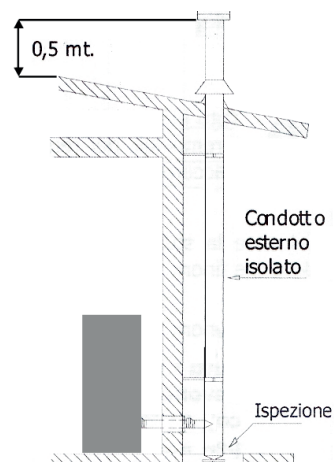

Fig. 3: collegamento ad un condotto esterno con tubo isolato o doppia parete
- n°2 staffe a "L" fissate su delle guide telescopiche che a loro volta sono fissate sulla base fissa (Fig. 3)
(Fig. 3)
5. Riposizionare e fissare l'inserto (Fig. 5) facendo attenzione alle 4 viti di centraggio come esposto nel punto 3 (Fig. 3)